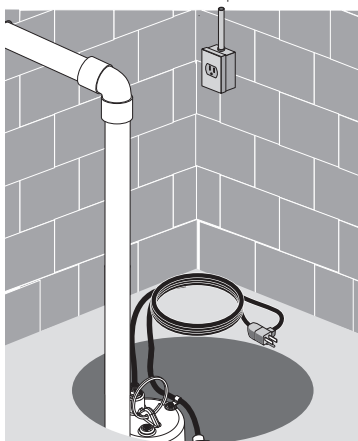

Figure 4
8. Brancher l'alimentation électrique. La pompe nécessite un circuit individuel mis à la terre de 115 V, 60 Hz, 15 A et devrait être dédié à la pompe de puisard. (Figures 4 et 5). La pompe est fournie avec un cordon à 3 fils avec fiche de mise à terre. Brancher le commutateur directement à la prise et brancher la pompe à l'extrémité opposée de la fiche du commutateur.